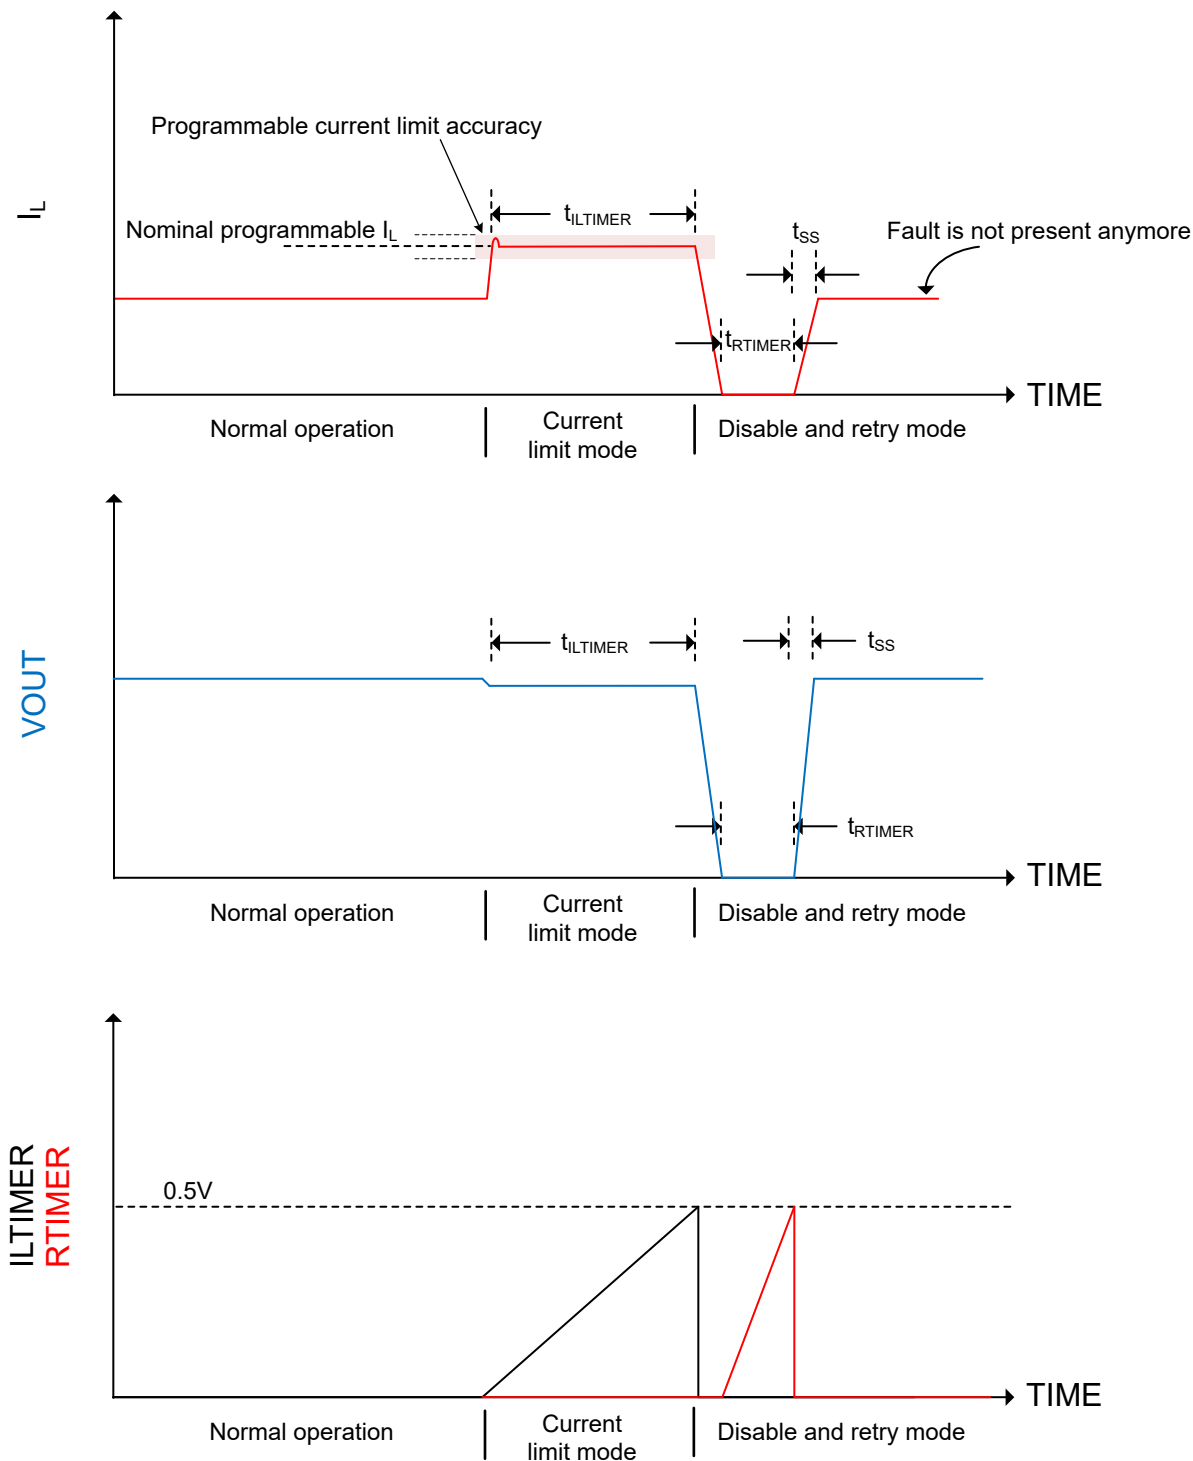

图 8-3. 软短路可编程故障计时器运行（电容器连接到 ILTIMER 和 RTIMER 引脚）
可以使用从  $I_L$  引脚连接到  $GND$  的外部电阻器对电流限制进行编程。该编程电流限制（精度为  $\pm 20\%$ ）是指通过器件的持续电流，因此在最大额定电流（6A）下工作时，需要将编程电流限制设置为高出 20%。可编程电流限制可防止发生软短路，如图 8-3 所示。 $V_{IN} \leq 3V$  时，请使用方程式 7 计算电流限制电阻值  $R_{IL}$ （单位是欧姆）； $V_{IN} > 3V$  时，请使用方程式 8 计算，其中  $I_L$  是编程电流限制值（单位是安培）。
- 图 8-3：使用电流限制计时器和重试计时器的单次软短路事件。
软短路（其中可编程电流限制已达到并进行响应）时，ILTIMER 和 RTIMER 引脚的行为如图 8-3 所示。在该图中，假定在开关禁用并再次启用（重试模式）后故障不存在。如果重试模式后故障存在，器件将进入电流限制模式，并且此循环会一直重复进行直到故障不再存在。